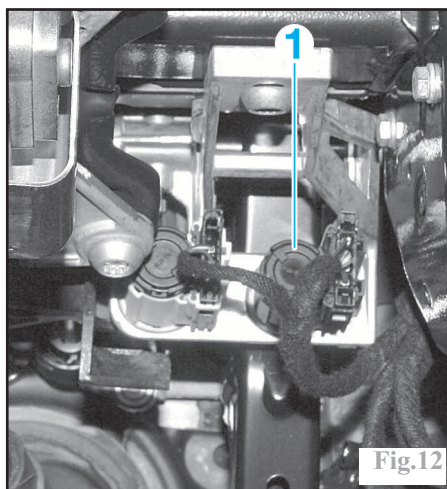

Fig.12
Débrancher puis tourner le contacteur de feux stop (1) de 45° vers la gauche et le retirer (Fig.12).